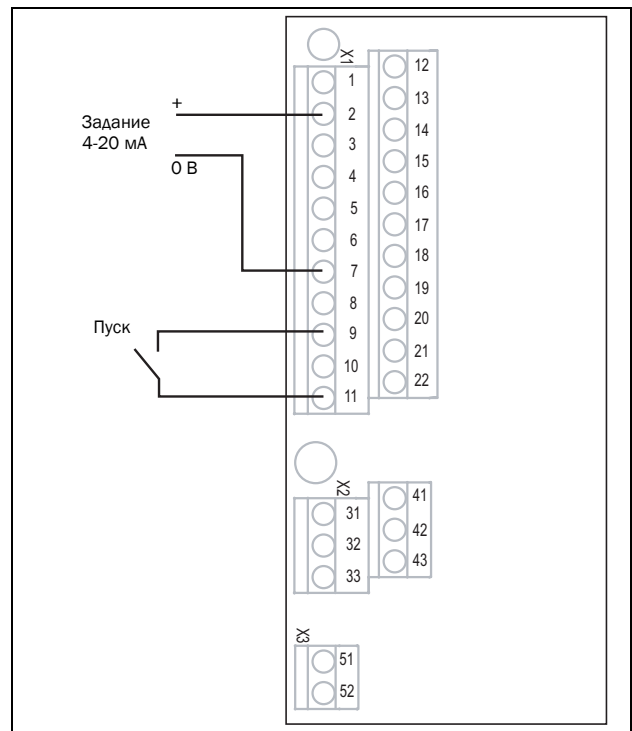

Рис. 37 Подключение
3. Подключите задание к клеммам 7 (Сигнальная земля) и 2 (АнВх 1) согласно Рис. 37 и заданию.
4. Подсоедините внешнюю кнопку запуска между клеммой 11 (+24 VDC) и 9 (ЦфВх2, Пуск вправо) согласно Рис. 37.
14. Подключите цифровые и аналоговые входы/выходы в соответствии с Рис. Рис. 37.